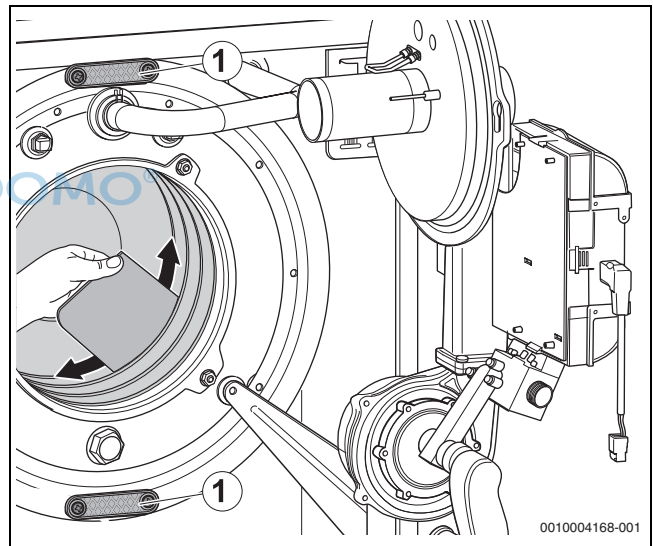
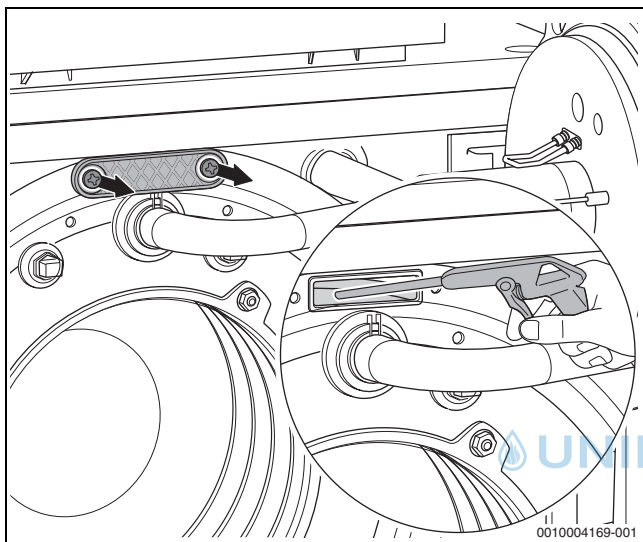

Bild 64 Heizgasspalte mit Reinigungsspachtel reinigen
Bild 65 Wärmetauscher mit Sprühlanze reinigen
- Reinigungsdeckel (→ Bild 64, Seite 38, [1] und Bild 65) abnehmen.
- Lose Partikel mit Wasser (z. B. Sprühlanze) aus Feuerraum und Abgasmantel spülen (→ Bild 65).
- Heizgasspalte mit Reinigungsspachtel reinigen (→ Bild 64, Seite 38).